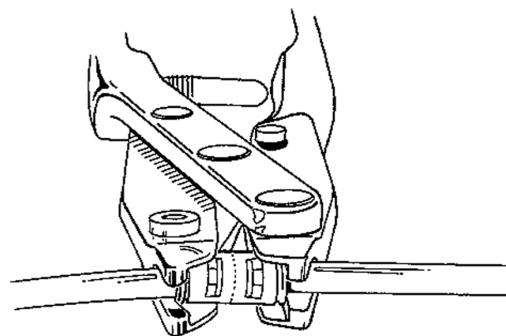

Figura 4-20. Colocar o conector na ferramenta de montagem
10. Coloque as extremidades do conector na mandíbula da ferramenta (**figura 4-20**).
CUIDADO: verifique a tubagem antes de fechar a ferramenta de montagem. A tubagem não deve estar presa entre a mandíbula da ferramenta de montagem e o conector. A tubagem deve sair diretamente das extremidades do conector, através das ranhuras da ferramenta de montagem. Após a utilização da ferramenta de montagem AMS Quick Connect, a tubagem deve sobressair pela janela do conector. Isto indica que a tubagem ainda se encontra firmemente contra a linha intermédia da parede do conector. A extremidade da pinça de aperto no exterior do conector deve estar paralela e quase nivelada com a extremidade do conector. (**Figura 4-20**) Isto indica que a pinça de aperto foi totalmente inserida e ligada ao conector. Dê um puxão firme à tubagem, em ambas as extremidades do conector, para confirmar o estabelecimento de uma boa ligação.